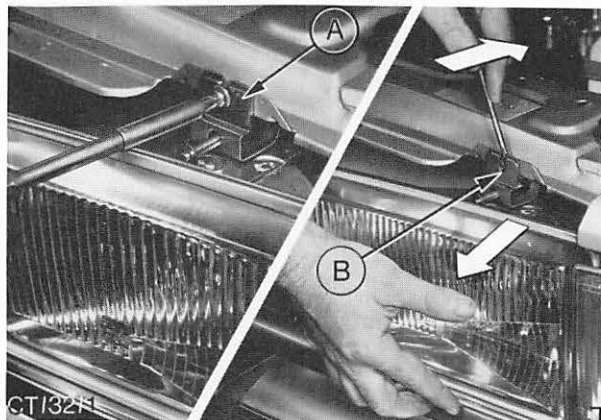

Abb. 3 A = Befestigungsschraube – Scheinwerfer
2. Schraube vom oberen Scheinwerfer-Halter entfernen. Abb. 3.
3. Oberen Scheinwerfer-Halter von der Karosserie lösen und Scheinwerfer vorziehen. Abb. 3.